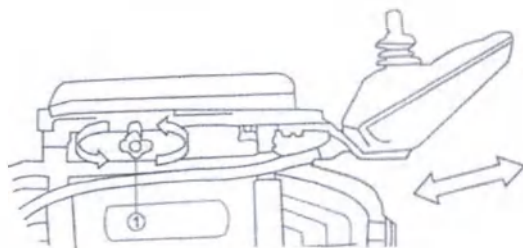
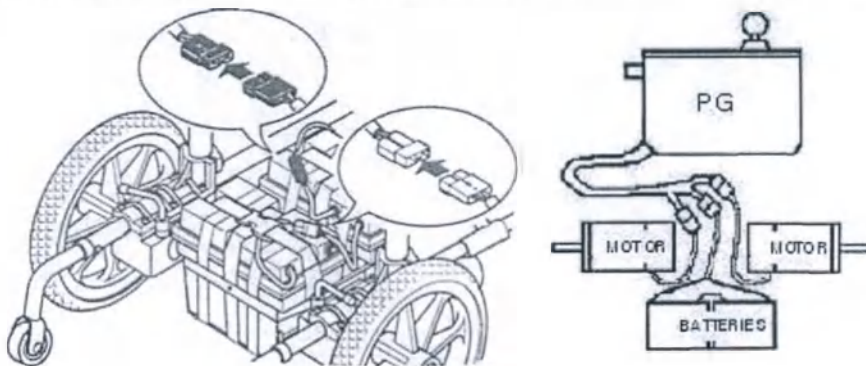
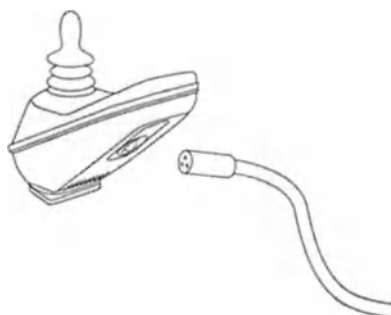

Рис.1.1
Рис.1.2
Рис.1.3
5.1.5 Установить пульт управления 9 (рис. 1.1) на консоль в удобное для пользователя положение и закрепить барашком. Консоль имеет возможность регулирования в продольном и поперечном направлениях.
Соедините разъем с меткой LEFT контроллера, находящегося под сиденьем, с соответствующим разъёмом мотора. Соедините разъем с меткой RIGHT контроллера, находящегося под сиденьем, с соответствующим разъёмом мотора (рис.1.2).
Подключить выходной кабель зарядного устройства в зарядное гнездо на оборотной стороне контроллера (Рис.1.3). После этого соедините кабель зарядного устройства с электрической розеткой 220В,50 Гц. При полностью заряженных аккумуляторах, на индикаторе горят все сегменты зарядки непрерывно. По мере разрядки аккумуляторов, сегменты гаснут один за другим.
5.4.4 Кресла оснащены съемно-откидными, регулируемыми по длине голени подножками, оборудованными икроножными ремнями-упорами. Для установки подножки наденьте ее креплениями (поз.1, рис.1.1) на соответствующие крепления на раме, затем отведите подножку внутрь рамы до щелчка. Для снятия подножки нажмите на флажок (поз.1, рис.1.2) и отведите подножку в сторону, затем извлеките подножку из креплений движением вверх. Для регулировки подножки по длине голени ослабьте болт (поз.1, рис.1.3), установите подножку на нужную высоту, затяните болт.